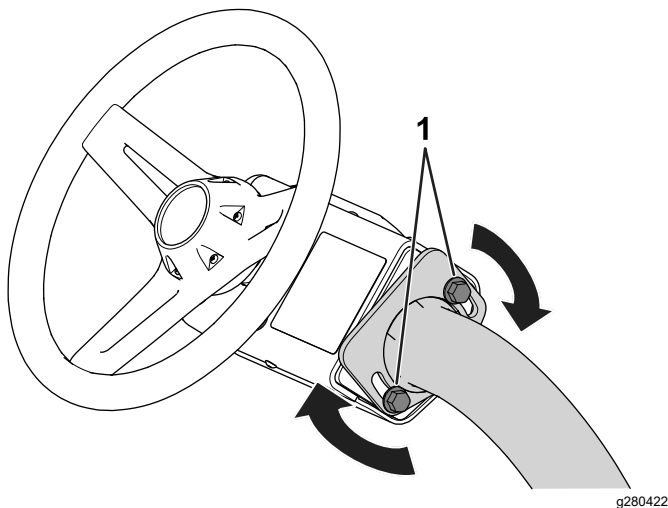

Figura 29
1. Desaperte os parafusos (Figura 29) que prendem o conjunto do volante ao braço da direção.
3. Aperte os parafusos (Figura 29) para prender o conjunto do volante na posição ajustada.